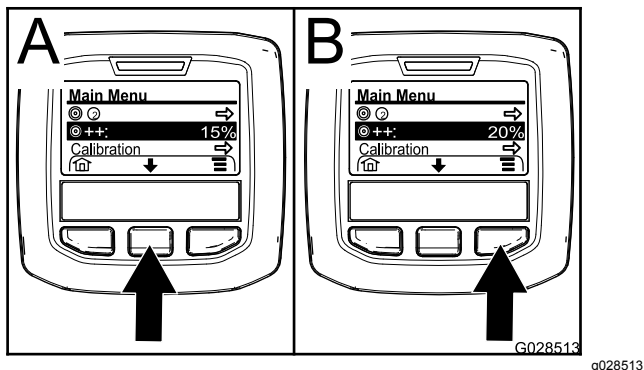

Figura 68
2. Se necessario, premete il pulsante di selezione centrale per evidenziare il potenziamento del volume di applicazione (Figura 68).
**Nota:** L'icona dell'incremento del volume di applicazione assomiglia a 2 segni (+) a destra di un bersaglio (Figura 68).
3. Premete il pulsante di selezione destro (Figura 68) per aumentare la percentuale di potenziamento in intervalli incrementali di 5% (massimo 20%).